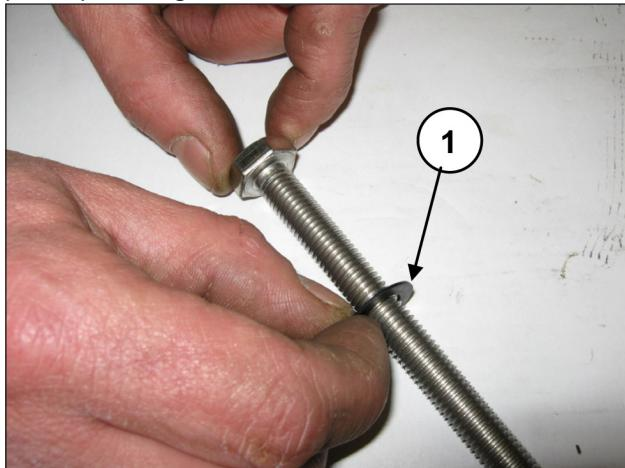

Fig. 156
Introducir la arandela Ø10x18x0.9 en el tornillo de fijación del pistón (pos. ①, Fig. 156).